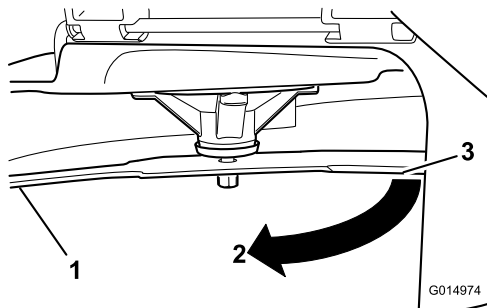

Figura 87
3. Segunda distancia medida entre cuchilla y superficie (B)
4. Gire la misma cuchilla 180 grados de manera que el otro extremo esté en la misma posición (Figura 87).